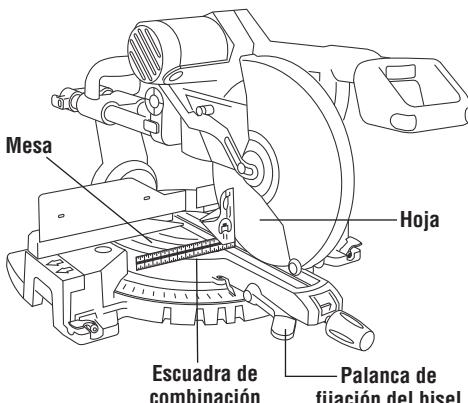

Figura 5. Hoja en ángulo recto con la mesa
Utilice una escuadra de combinación para comprobar la perpendicularidad de la hoja respecto a la mesa. Coloque la escuadra sobre la mesa y presiónela contra la hoja. Si la hoja no hace contacto con toda la longitud de la escuadra (Figura 5), siga el procedimiento de calibración.
- Coloque la escuadra de combinación sobre la mesa y contra la hoja (vea la Figura 5).